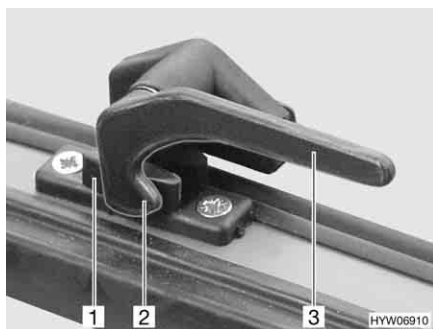

Fig. 91 Levier de verrouillage en position "Fermé"
- Tourner tous les leviers de verrouillage (Fig. 91,3) d'un quart de tour vers le centre du lanterneau.
- Tourner tous les leviers de verrouillage (Fig. 91,3) d'un quart de tour en direction du cadre. Le tenon de verrouillage (Fig. 91,2) se trouve sur le côté intérieur du verrouillage du lanterneau (Fig. 91,1).
- En position "Fermé" (Fig. 91)